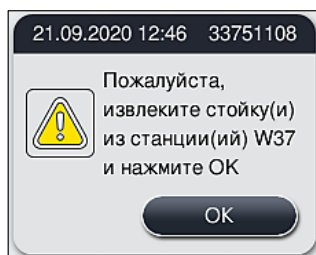

Рис. 128
4. Для каждого штатива, который должен быть извлечен из прибора, на экране отображается соответствующее сообщение (→ "Рис. 128"). Откройте кожух и извлеките штатив из станции, указанной в сообщении. Подтвердите извлечение нажатием **OK**. Продолжайте до тех пор, пока все требуемые штативы не будут извлечены из прибора.